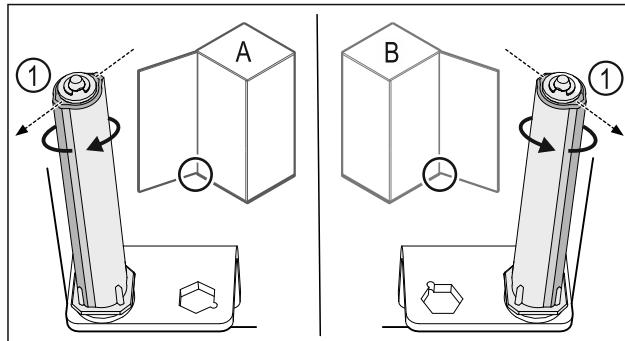

Fig. 35 Kreisais atbalsts (A) / labais atbalsts (B)
- ▶ Grieziet slēgšanas sistēmu pret pretestību, līdz slēgšanas sistēmas balstiņš Fig. 35 (1) ir vērts uz augšu.